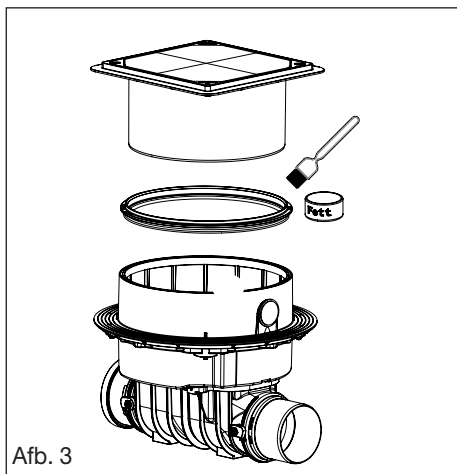
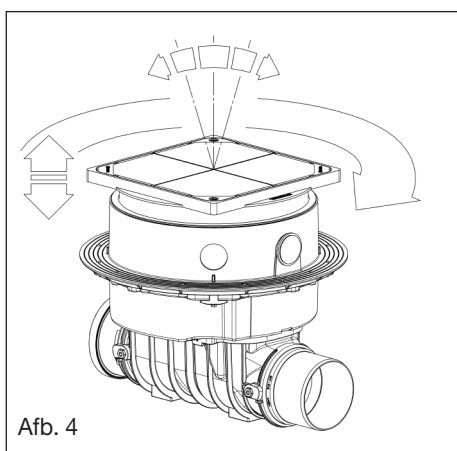

Afb. 1
Afb. 2
A. Vergrendelingsstand (afbeelding 1, volledig gesloten bedrijfs- en noodafsluiter)
B. Vergrendelingsstand (afbeelding 2, volledig geopende en bedrijfs- en noodafsluiter)
Het basislichaam van de KESSEL-Staufix FKA dient horizontaal te worden uitgelijnd (zie afb. 1). Voor het aansluiten van de elektrische kabels van sonde en aandrijfmotor dient op locatie een lege kabelbuis (minimaal DN 50, KESSEL adviseert 2 x 45°-bochten) tot op minimaal montagevloerhoogte (zie afb. 2) te worden gelegd en in de kabeldoorvoer in het tussenstuk van de KESSEL-Staufix FKA te worden ingebracht. De bijgevoegde profielipafdichting in de groef van het tussenstuk leggen en invetten. Vervolgens het opzetstuk monteren (afb. 3). Door het telescopische opzetstuk kan de KESSEL-Staufix FKA traploos aan de aan-